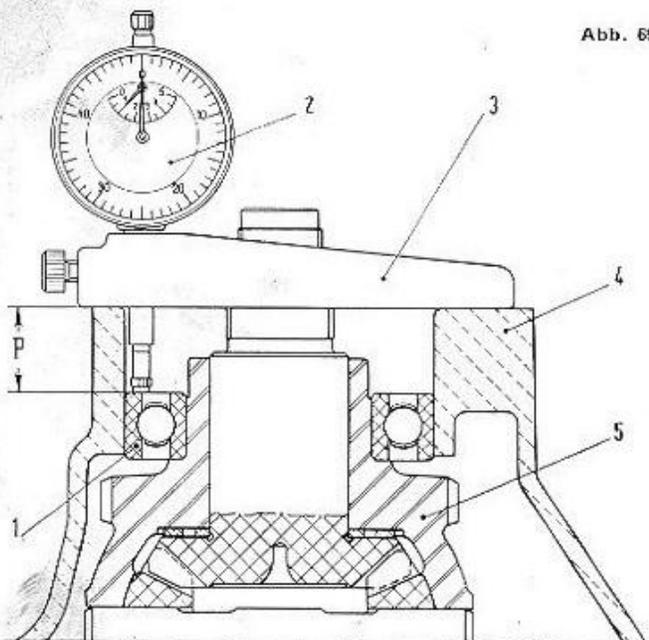
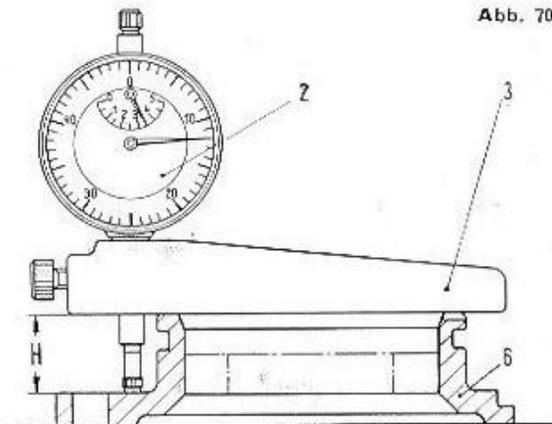

Abb. 69.
Abb. 70.
Abb. 69 und 70 - Schematische Darstellung des Messverfahrens für die Stärke der Einstellringe des Differentiallagers.
Lagerring (1, Abb. 69) und dem Deckel (6, Abb. 70); die Gesamtstärke dieser Ringe bestimmt man auf die folgende Weise:
— Dann nimmt man das Werkzeug A. 95654 mit der Messuhr und bringt den Fühler in Berührung mit dem äusseren Lagerring (1) und stellt die Messuhr auf Null (Abb. 69).
— Die auf Null eingestellte Messuhr mit Halter wird auf den Haltedeckel aufgesetzt (Abb. 70) und zwar derart, dass der Taststift der Messuhr die Deckelaufgabe berührt. Der jetzt von der Messuhr angezeigte Wert entspricht der Differenz zwischen dem Wert P und dem Wert H.